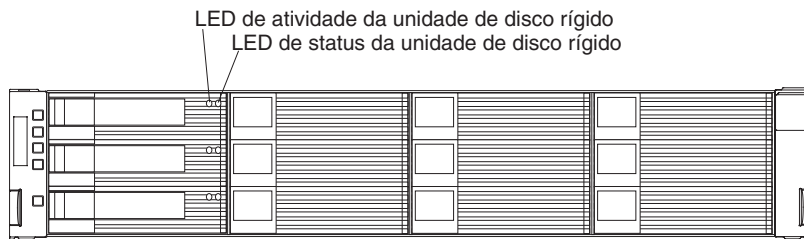
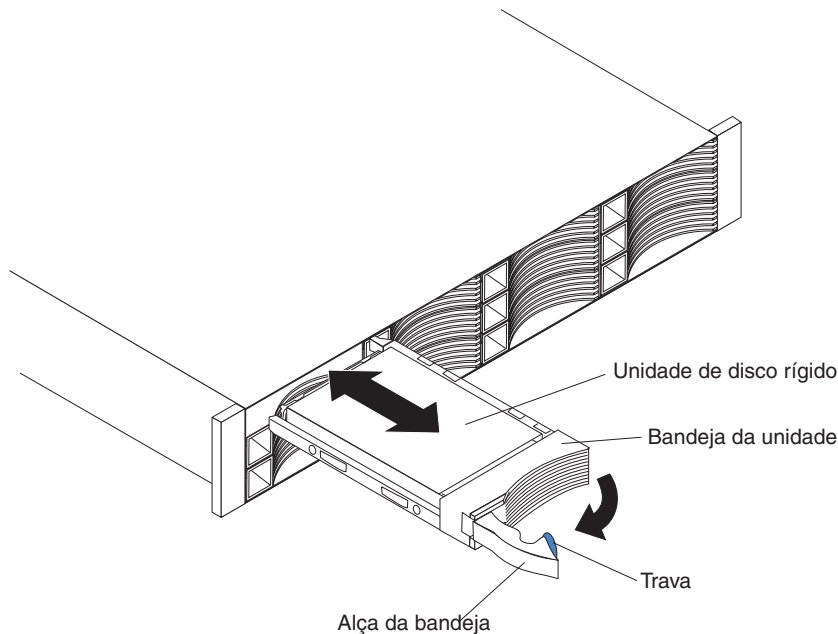

Figura 5-9. LEDs de Unidade do Subsistema de Armazenamento DS3512 e Gabinete de Armazenamento EXP3512
Figura 5-10. LEDs de Unidade do Subsistema de Armazenamento DS3524 e Gabinete de Armazenamento EXP3524
- Os LEDs de unidade no subsistema de armazenamento DS3512 e gabinete de armazenamento EXP3512 são mostrados na Figura 5-9 na página 5-14. Os LEDs de unidade no subsistema de armazenamento DS3524 e gabinete de armazenamento EXP3524 são mostrados na Figura 5-10 na página 5-14.